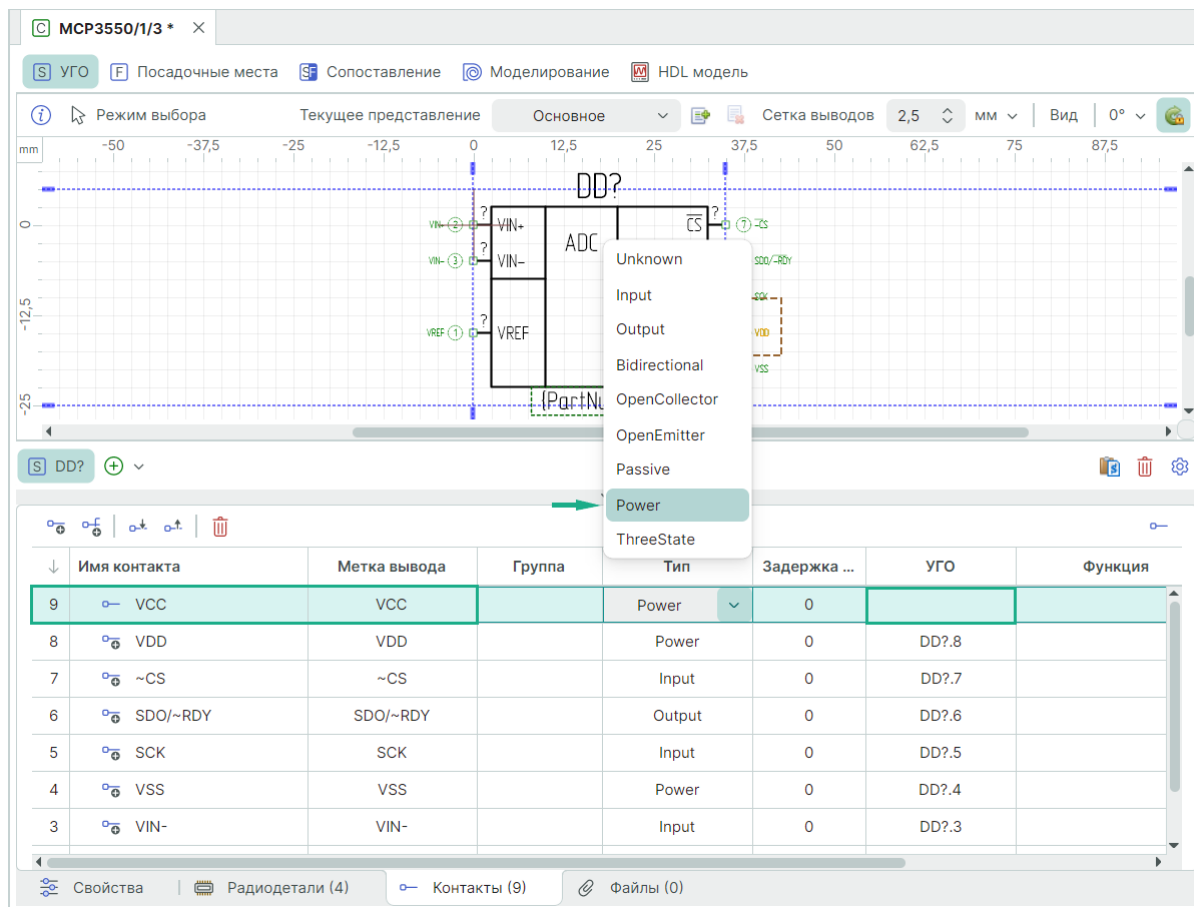

Рис. 265 Определение типа контакта
2. Задайте для выбранного контакта тип «Power», см. Рис. 265.